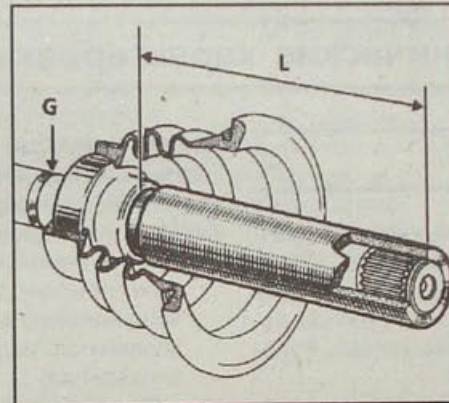

Рис. 8.27. Расстояние (L) установки эластичного гофрированного защитного чехла в сборе с подшипником на левый приводной вал:
- При помощи трубчатой оправки соответствующего диаметра и длины L или приспособления установите защитный чехол с подшипником на приводной вал. При установке защитного чехла с подшипником на приводной вал для коробки передач РК необходимо использовать приспособление Т. Ав. 1244 с размером $L = 99,5$ мм, а для коробки передач JC – приспособление Т. Ав. 944 с размером $L = 123,2$ мм (рис. 8.27). Этот размер достигается при использовании приспособления Т. Ав. 1244 или Т. Ав. 944, когда торец приспособления располагается заподлицо с торцом вала. Чтобы избежать повреждения подшипника с защитным чехлом, что может стать причиной утечки масла, для установки подшипника не пользуйтесь молотком, а пользуйтесь прессом,